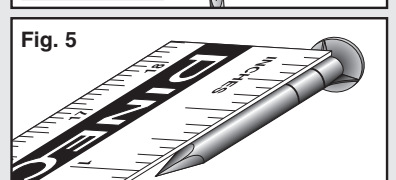

Fig. 6
3. Run drill at medium speed. Lay flat side of File in between marked areas (**Fig. 6**). File to a depth of approximately 1/64". Turn off drill and wipe axle clean. **NOTE:** Do not cut the notch too deep or it will weaken the axle.
3. Faire fonctionner la perceuse à vitesse moyenne. Plat à côté du fichier entre les points marqués (Fig. 6). Déposer sur une profondeur d'environ 0,4 mm. Éteignez la perceuse et essuyer l'essieu. **NOTE:** Ne pas couper l'encoche trop profonde ou il affaiblira l'essieu.